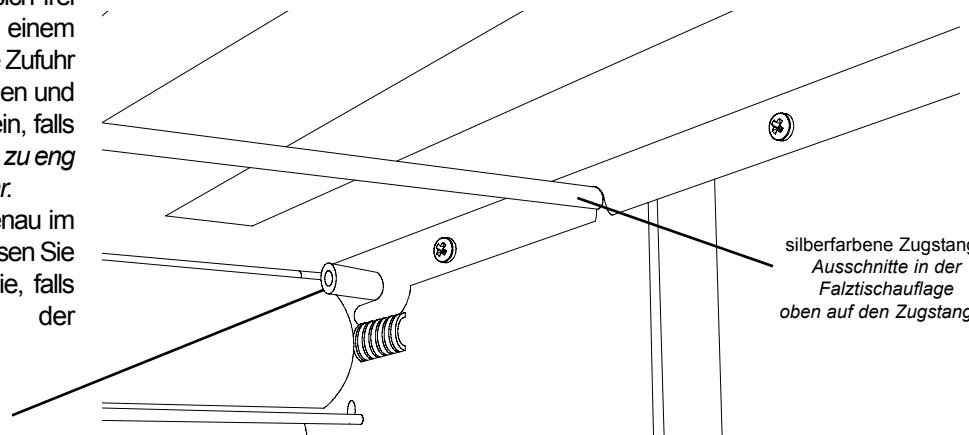

Abb. 6
- Die Schlitzlöcher am Ende beider Falztische passen auf die 2 silberfarbenen Stifte im Inneren des Geräts (Abb. 6).
- Die Falztische müssen auf der Oberseite der silberfarbenen Zugstangen ruhen (siehe Abb. 6).
- Die Tische müssen mit dem offenen Ende zuerst in das Gerät eingeschoben werden **Hinweis: Viele Anwender finden es leichter, die Falztische von unten her zu installieren (wie in Abb. 6 gezeigt).** (Ausnahme: beim Herstellen eines halben Falzes, muss der hintere Falztisch mit dem geschlossenen Ende zuerst eingeschoben werden. Siehe Abschnitt **Halber Falz** auf der nächsten Seite).